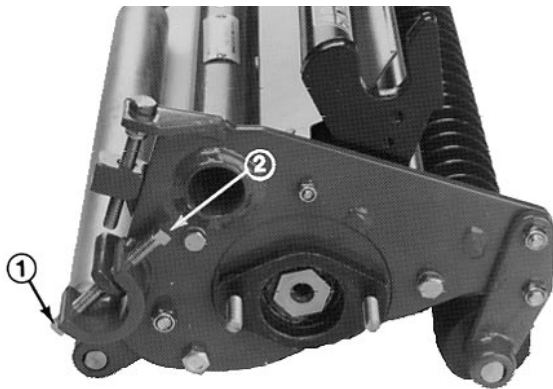

Bild 1
1. Das Untermesser wird richtig eingestellt, indem zunächst die untere Schraube an beiden Seiten der Mähspindel gelockert (Bild 1) und dann die obere Einstellschraube an beiden Seiten der Mähspindel festgezogen wird. Diese Einstellung bringt das Untermesser in engeren Kontakt mit den Spindelmessern.
2. Nach Einstellen des Untermessers ist sicherzustellen, daß sowohl die oberen wie unteren Einstellschrauben an beiden Enden der Mähspindel abgesichert sind (Bild 1).